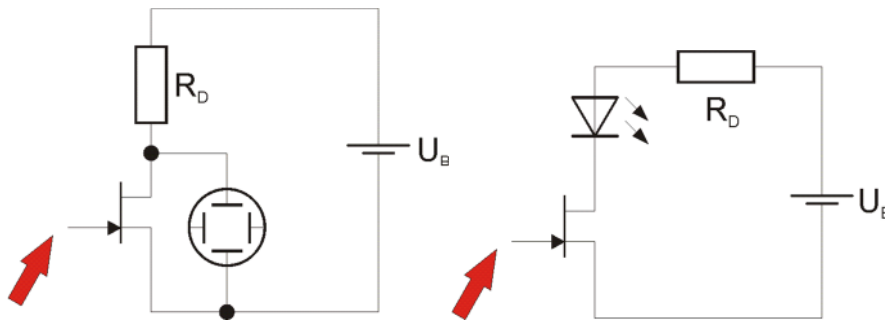

Abb. 6: Schaltungen zur Demonstration des hochohmigen Eingangs.
- 3.3 Benutzen Sie nun die FET-Schaltung mit offenem Gate-Anschluss (siehe Abb. 6 links). Zeigen Sie die Ausgangsspannung am Oszilloskop an. Berühren Sie nun den Gate-Anschluss. Beschreiben Sie ihre Beobachtung. Wodurch können Sie den Zustand umschalten?
Ersetzen Sie nun den Drain-Widerstand durch eine *Reihenschaltung* von R_D mit einer Leuchtdiode (siehe Abb. 6 rechts). Berühren Sie erneut den Gateanschluss und Beobachten Sie die Leuchtdiode. Schließen Sie ein kurzes isoliertes Kabel an das Gate an. Bringen Sie die Leuchtdiode danach wieder in den ausgeschalteten Zustand. Berühren Sie nun die Kabelisolation und warten Sie einige Sekunden. Diskutieren Sie Ihre Beobachtungen.